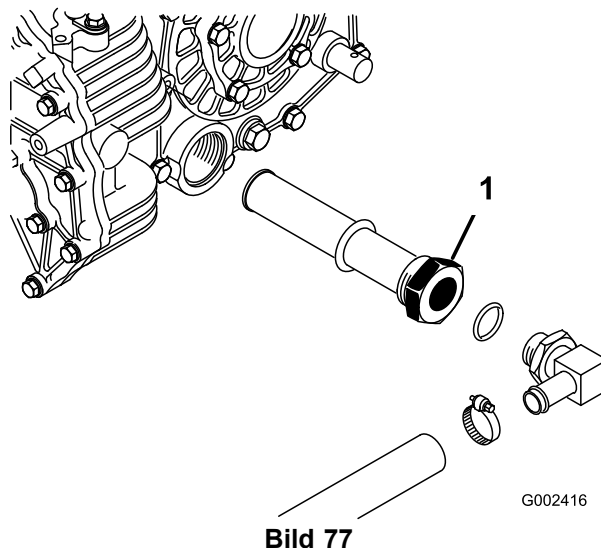

Bild 77
3. Achten Sie auf die Ausrichtung des Hydraulikschlauches und des 90° Anschlussstückes, das am Sieb befestigt ist (Bild 77). Nehmen Sie den Hydraulikschlauch und das 90° Anschlussstück ab.